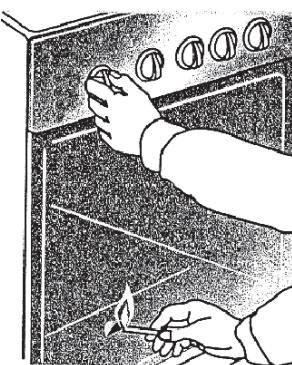

Рис. 10.
- одновременно, с поворотом ручки крана поднести горящую спичку к запальнику отверстию (рис.10);